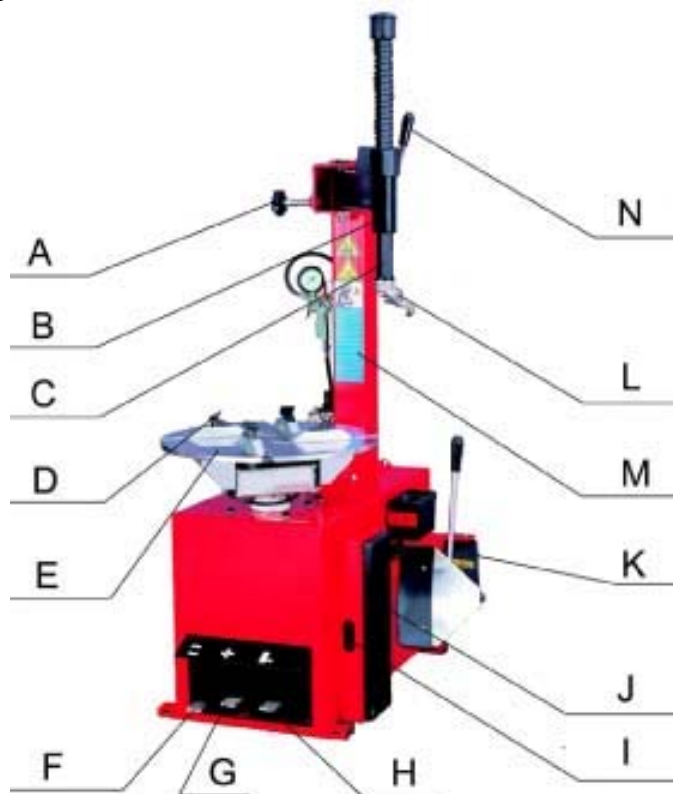
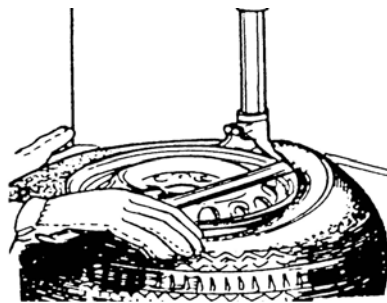

Рис.2
рис.6
1) Подключите стенд к источникам электропитания и подачи воздуха и подождите какое-то время, чтобы давление сжатого воздуха достигло значения 8 Bar. 2) Нажмите педаль вращения стола (3, рис.2). Монтажный стол должен вращаться по часовой стрелке. Поднимите педаль. Стол должен вращаться против часовой стрелки. 3) Нажмите педаль отжима крышки (1, рис.2) до срабатывания лопаты отжима. При отпускании педали она должна вернуться в исходное положение. 4) Нажмите педаль зажима кулачков (2, рис.2) для разведения кулачков. При повторном нажатии на педаль кулачки сходятся.
1) **ВНИМАНИЕ:** перед выполнением этой операции полностью спустите воздух из шины и уберите с колеса балансировочные грузы. 2) Во избежание повреждения шины и для облегчения процесса намажьте по всей поверхности закраины покрышки смазку. 3) Установите колесо на монтажный стол (4, рис.2). 4) Чтобы закрепить колесо на столе, сделайте следующее (в зависимости от размера колеса): Обод от 10" до 18": Поместите четыре кулачка (5, рис.2) в положение, отмеченное маркировкой на столике, выжимая до половины вниз педаль зажима (2, рис.2). Установите колесо на кулачки и, прижимая обод колеса, выжмите педаль захвата до упора. Убедитесь, что колесо прочно удерживается кулачками.
Убедитесь, что кулачки прочно удерживают колесо. 5) Опустите штангу (7, рис.2), пока монтажная головка (6, рис.2) не окажется рядом с ободом над колесом. При помощи блокировки зафиксируйте положение штанги. 6) Вставьте монтажную лопатку между закраиной покрышки и носиком монтажной головки (рис.6).
7) Поднимите закраину покрышки на носик монтажной головки. Для этого вставьте монтажную лопатку между закраиной шины и носиком монтажной головки, затем приподнимите педаль вращения стола (3, рис.2).
9) Удерживая монтажную лопатку (14, рис.2) в нужном положении, вращайте стол по часовой стрелке, полностью выжав педаль вращения стола. Продолжайте, пока шина полностью не отделится от обода.
3) Зафиксируйте обод колеса при помощи внутренних частей кулачков (5, рис.2).
4) **ПРИМЕЧАНИЕ:** если вы работаете с ободами одного и того же размера, нет необходимости постоянно фиксировать и освобождать штангу. Вместо этого сдвиньте в сторону плечо (8, рис.2) с зафиксированной штангой (7, рис.2).